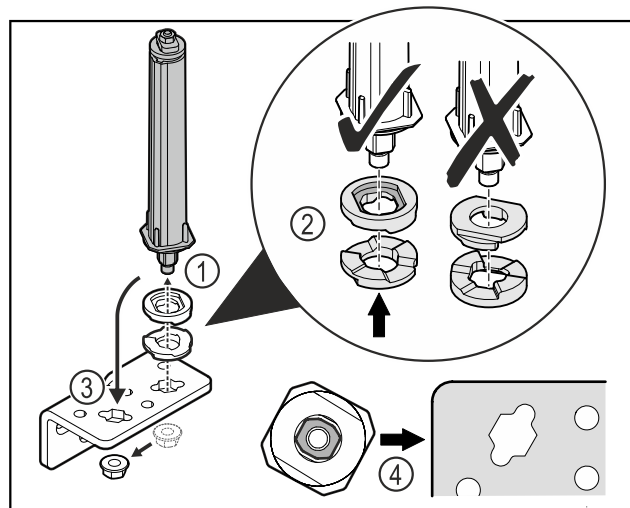

Fig. 30
- ▶ Otpustite maticu i skinite sustav zatvaranja vrata Fig. 30 (1).
- ▶ Pazite na ispravno poravnanje pločica za namještanje visine Fig. 30 (2).
- ▶ Premjestite sustav zatvaranja vrata u kutnim šarkama i pričvrstite ga maticom Fig. 30 (3).
- ▶ Pri umetanju pazite na ispravno poravnanje sustava zatvaranja vrata Fig. 30 (4).